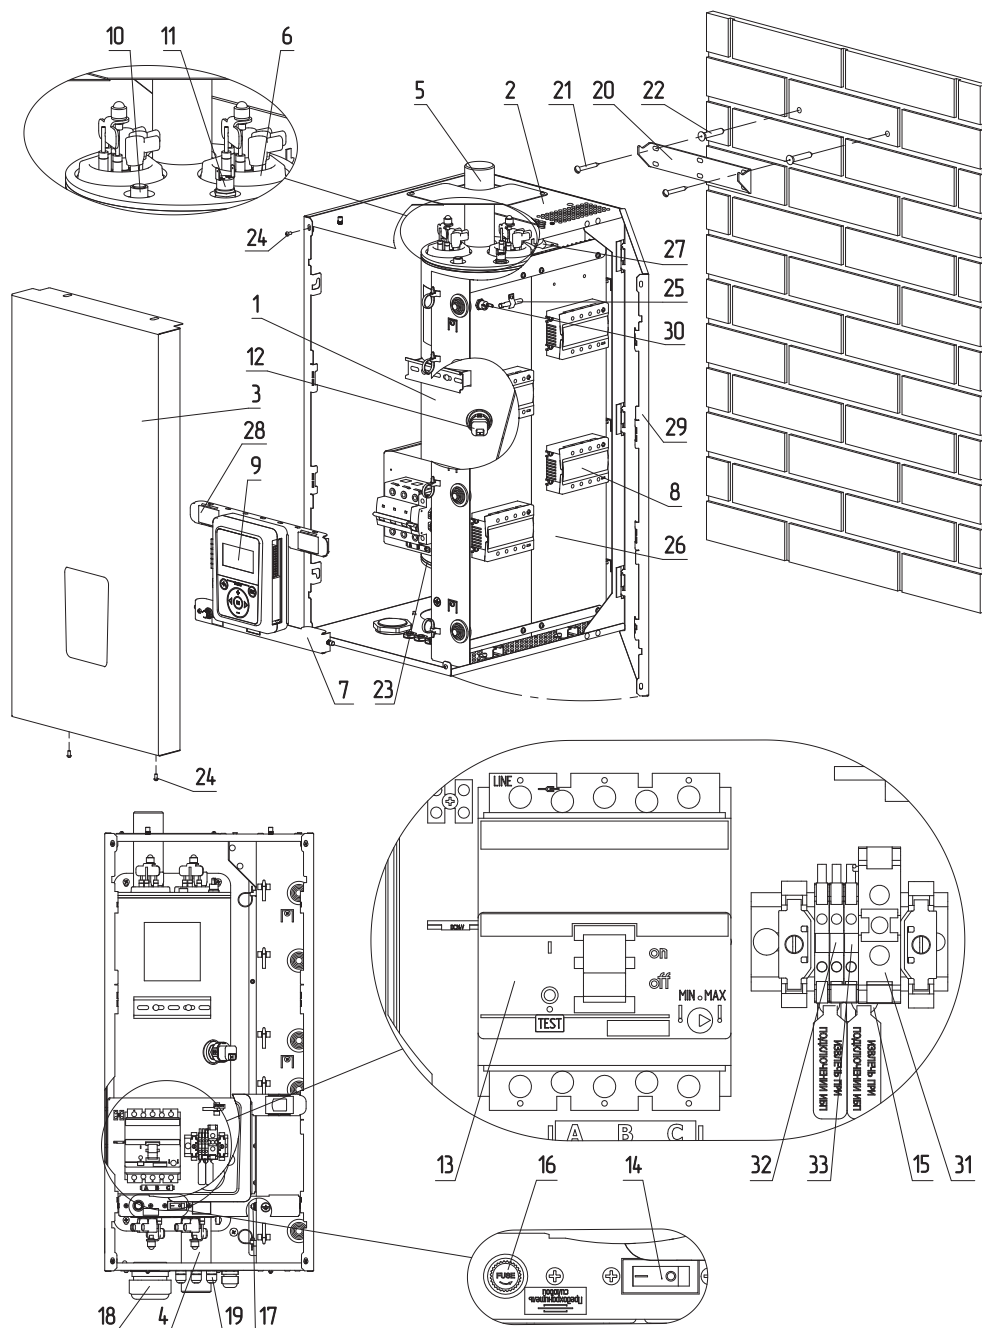
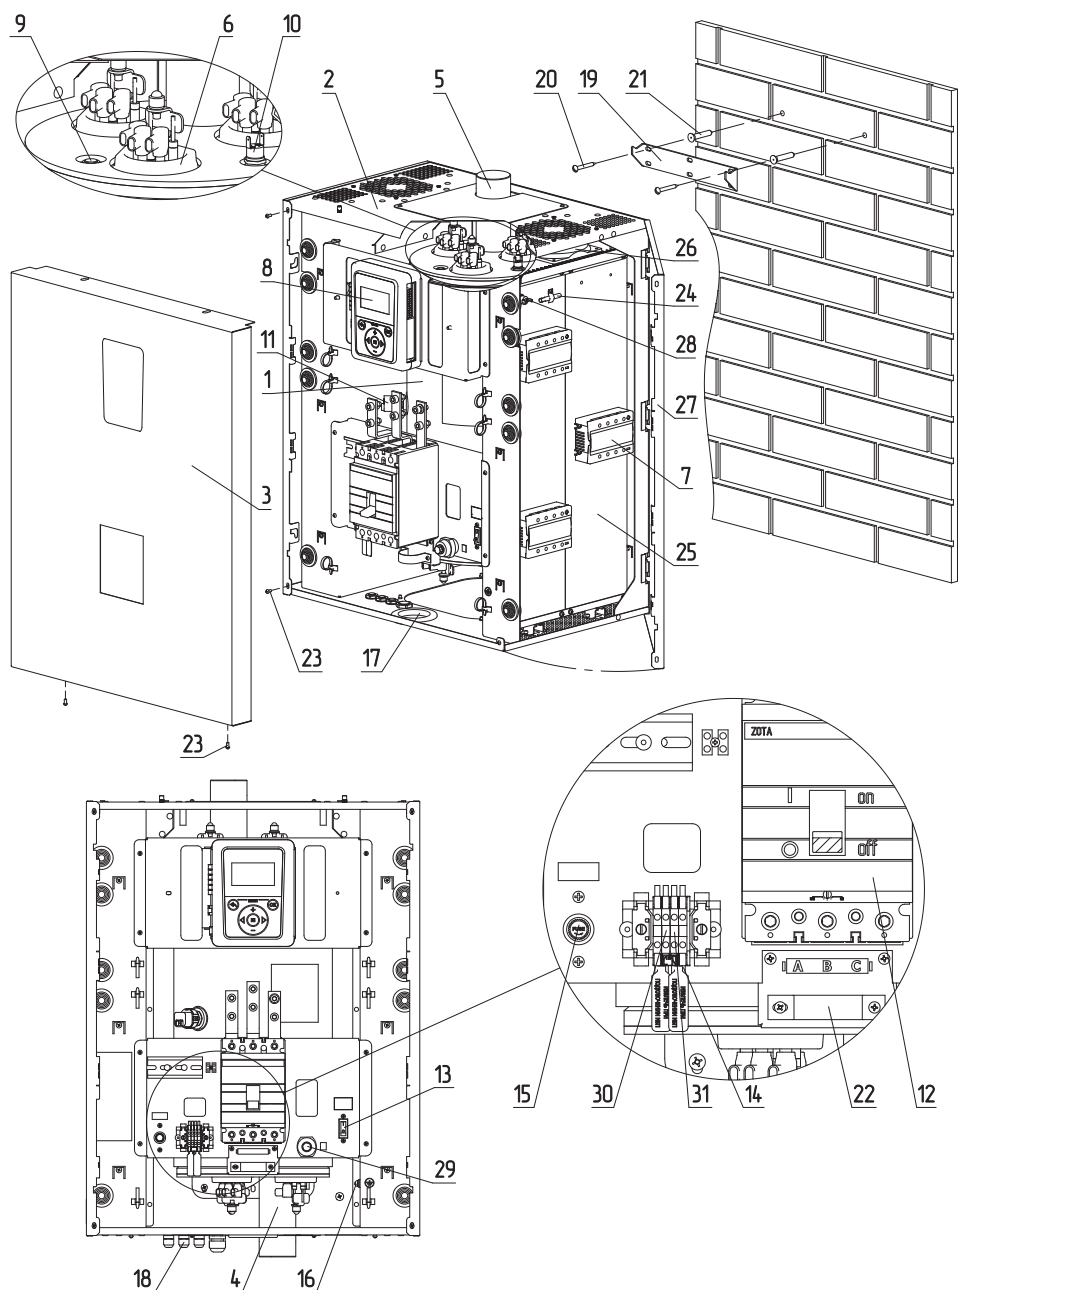
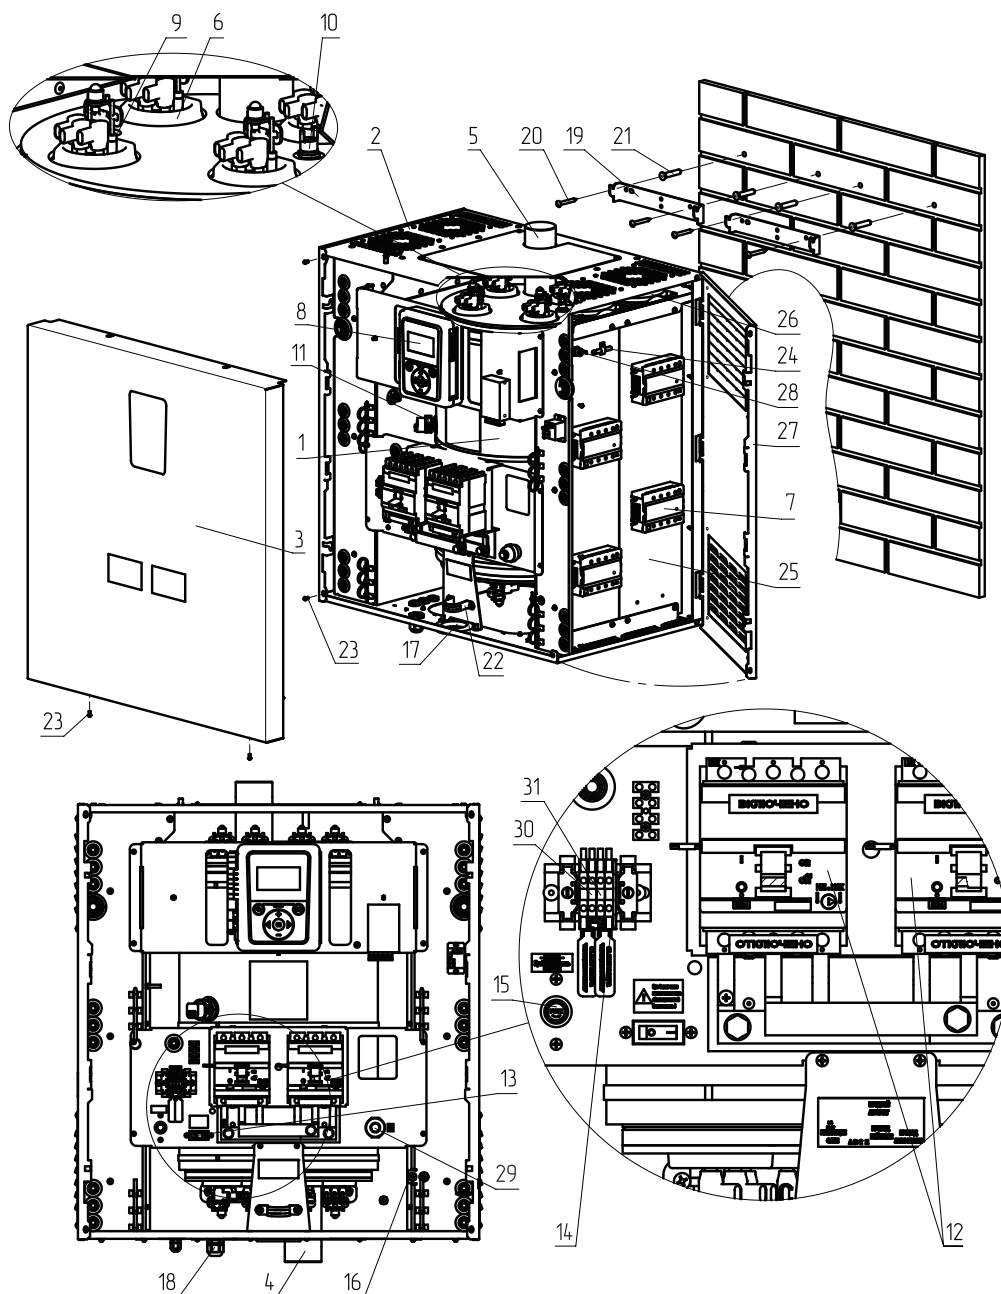

Рис.4 Устройство электрического котла ZOTA SOLID-X 48-60 кВт
Рис.5 Устройство электрического котла ZOTA SOLID-X 72-100 кВт
Рис.6 Устройство электрического котла ZOTA SOLID-X 133 кВт
Закрепите настенный кронштейн на вертикальной поверхности в необходимом месте с помощью шурупов, входящих в комплект, и установите на него котел, как показано на **Рис.1, Рис.2, Рис.3, Рис.4, Рис.5, Рис.6.**
- включить вводной автомат (**Рис.1, Рис.2, Рис.3, Рис.4, Рис.5, Рис.6, поз.13**) вместе с дистанционным расцепителем в верхнее положение;
- перевести выключатель (**Рис.1, Рис.2, Рис.3, Рис.4, Рис.5, Рис.6, поз.15**) в положение ВКЛ;